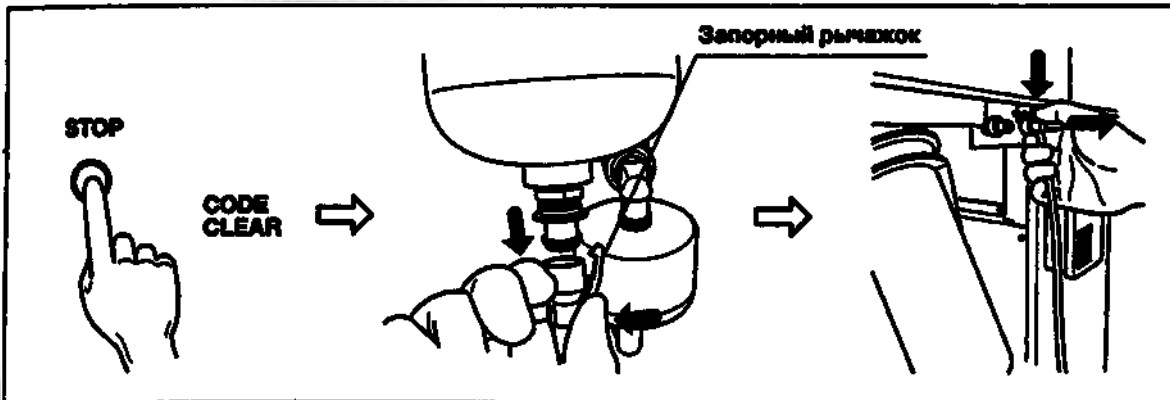

Рис. 4.13
8. После прекращения вытекания воды нажмите на кнопку «STOP/CODE CLEAR» для остановки процесса продувки воздухом и отсоедините обе трубки от коннекторов корпуса водяного фильтра, после нажатия на запорные рычажки (см. рис. 4.13).